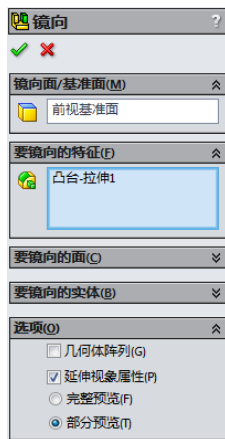

图 4-7 “镜像”
2. 从“镜像”属性管理器（如图 4-7 所示）中得出镜像的可控参数如下：